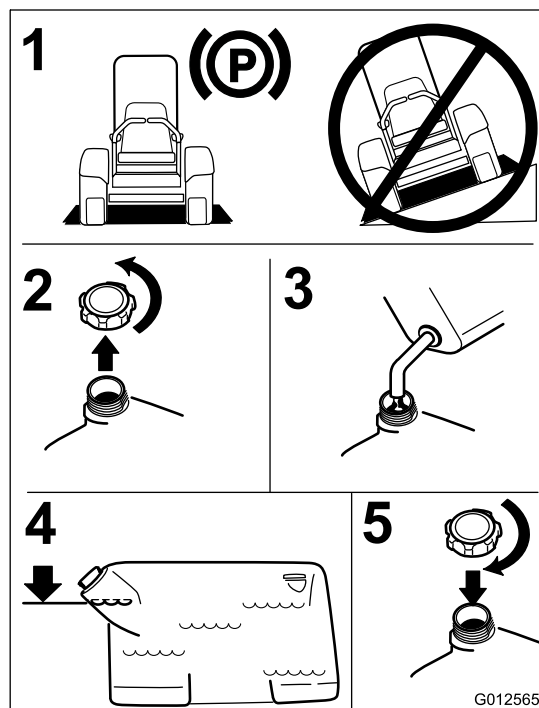

Figura 6
4. Llene el depósito de combustible hasta la parte inferior del cuello de llenado. Asegúrese de dejar un espacio vacío en el depósito para permitir la dilatación de la gasolina (Figura 6).